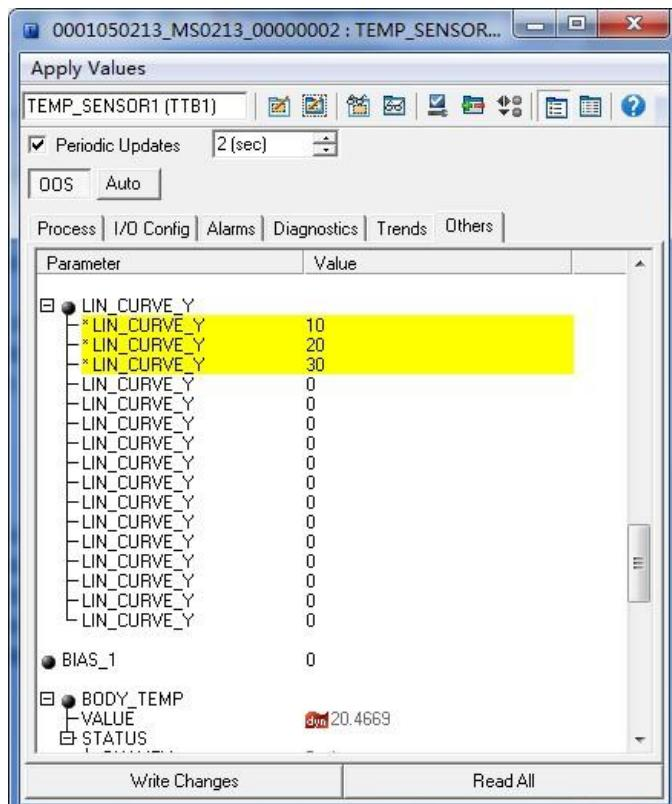

图 3.4 CAL_POINT_Y 的配置
- 1) 智能温度变送器提供 16 个校正点输入，即变换块的参数 CAL_POINT_Y 数组，用户可以依次将要校准的输出值写入数组并选择好单位。例如，在进行三点插值校准时，用户可选择 10, 20, 30 作为校准点，将这三个值依次写在 CAL_POINT_Y 数组里，如图 3.4 所示。